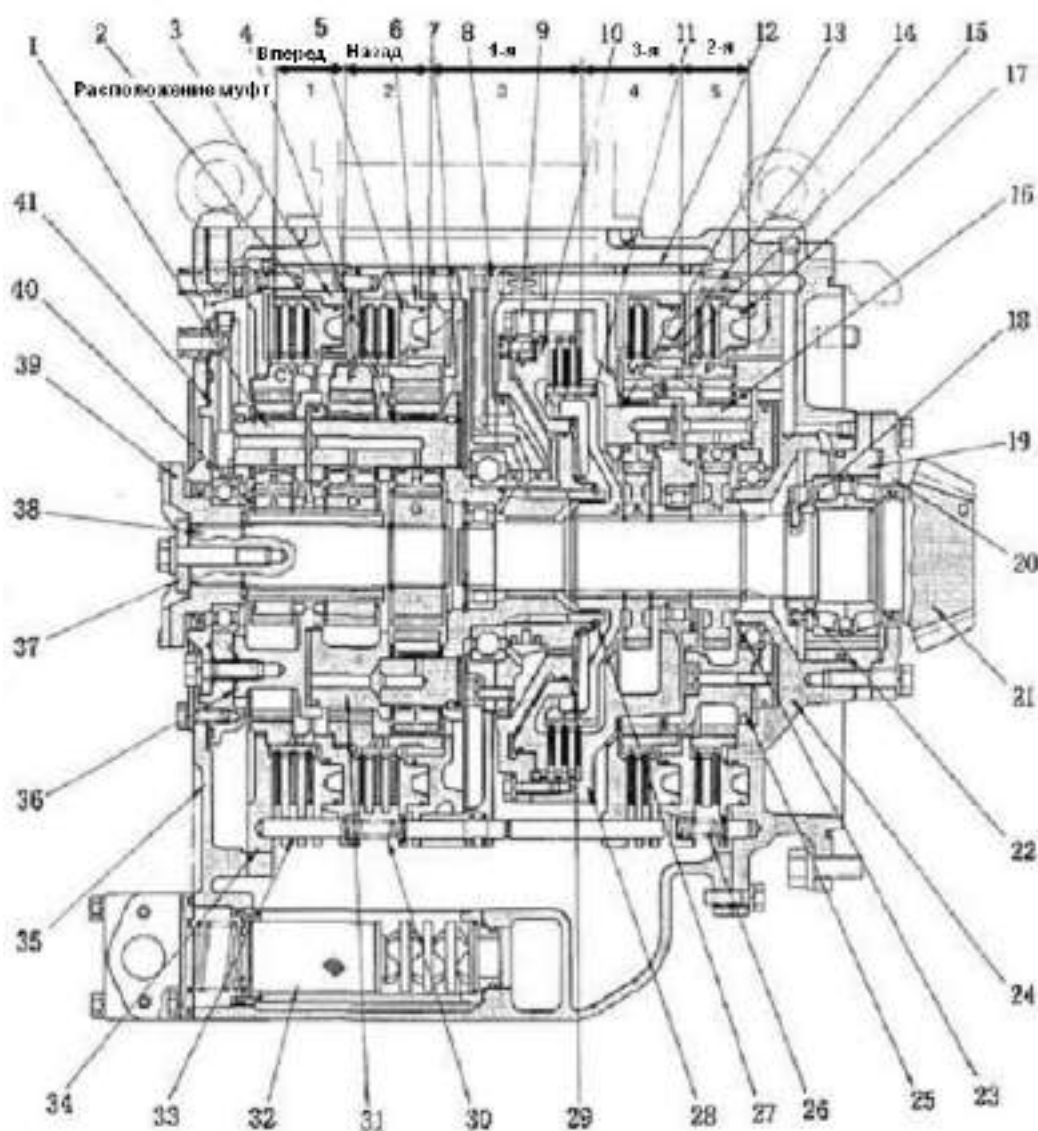

Рис. 5-10
5.4 Коробка передач (Рис. 5-10)